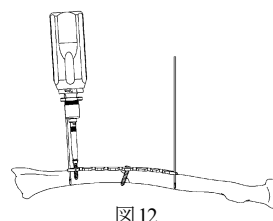

図 12
- 14) ヘクスローブ 15 パワーピンドライバー S の後端にトルクリミッター付きハンドル S 1.5 を接続します。プレートを骨面に押さえつけながら、ドライバーの軸芯を傾けないよう、選択した長さのロッキングスクリューを挿入します。(図 12)